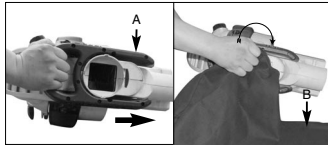

Fig. 3
Tirez le coulisserie (A) vers l'avant et introduisez le sac collecteur (B) dans le boîtier de la soufflante, comme indiqué en fig. 3.